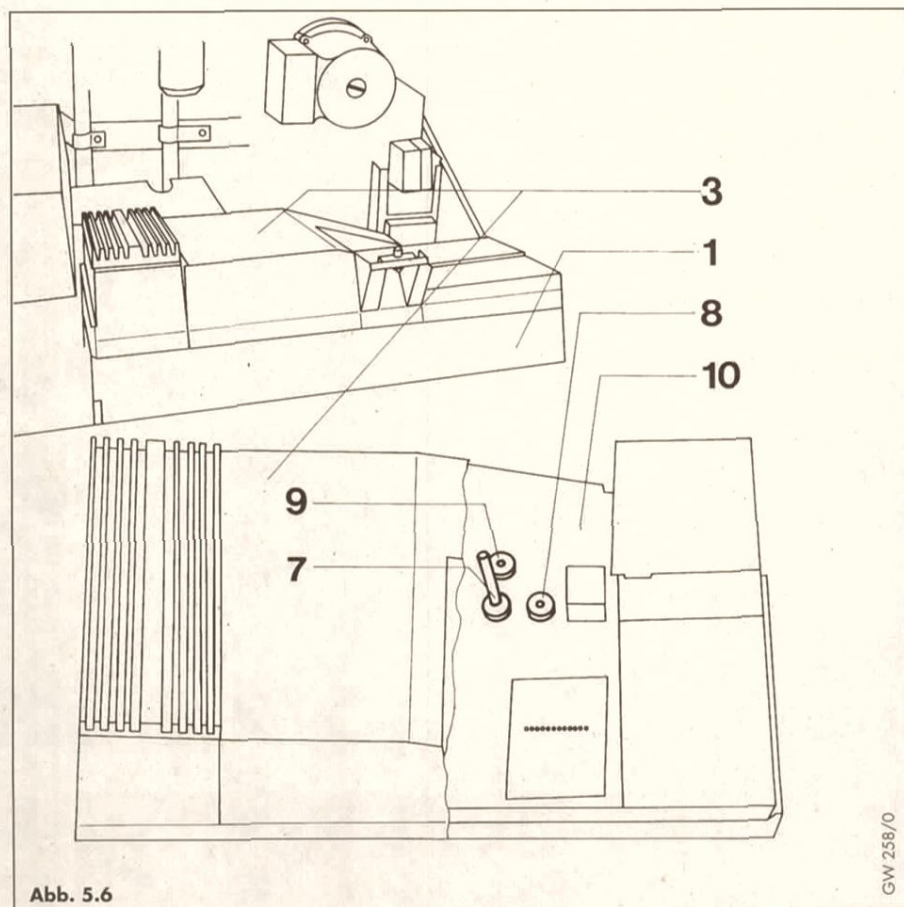

Abb. 5.6
Je nach Position des Potentiometers* (8, Abb. 5.6, Seite 10) für die Heizungs-
- Den linken Taster (2) betätigen bis im Display d1 erscheint.
- Anschließend den rechten Taster (3) betätigen, um die Anzeige der Betriebsart zu aktivieren.
- Durch Drehen am Potentiometer (8, Abb. 5.6) kann die gewünschte Betriebsart eingestellt werden.
Eine Änderung der Einstellung der Maximalzeit – aufgrund der Verhältnisse der Heizungsanlage – kann nach Abnahme des Schaltkasten-deckels am nun zugänglichen Potentiometer (9, Abb. 5.6) vorgenommen werden. Die Werte sind am Diagnosepunkt d2 ablesbar (Aktivieren des Diagnosemodus siehe linke Spalte).
Legende zu Abb. 5.6